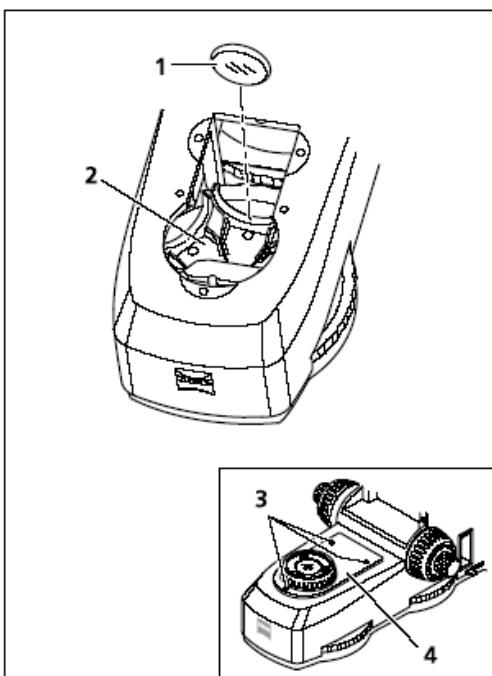

图3-53 更换透射光滤光片轮中的滤光片
- 松开视场光阑底座的三个螺钉（图3-53/3），将其从主机体底座内取出（图3-53/4）。
- 如有必要，从滤光片轮（图3-53/2）的相应位置取出需要更换的滤光片（图3-53/1）。